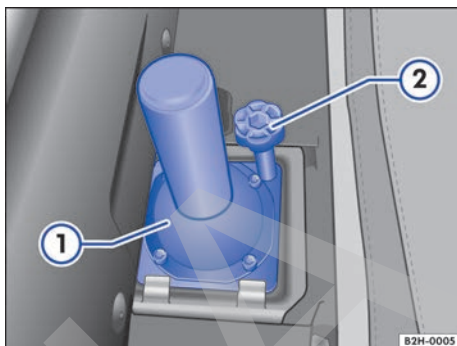

Fig. 173 Detrás del respaldo del asiento trasero (vehículos con cabina doble): crique ①.
Crique (solo en los vehículos con rueda de auxilio).	<ul style="list-style-type: none"> - Abata hacia delante el respaldo del asiento trasero → página 61. - Desenrosque completamente el tornillo de sujeción → fig. 173 ② y retire el crique ① de su soporte.